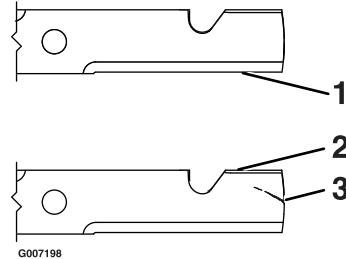

Figura 44
1. Inspeccione los filos de corte (Figura 44). Si los bordes no están afilados o tienen muescas, retire las
2. Inspeccione las cuchillas, especialmente la parte curva. Si observa daños, desgaste o la formación de una ranura en esta zona (elemento 3 en la Figura 44), instale inmediatamente una cuchilla nueva.